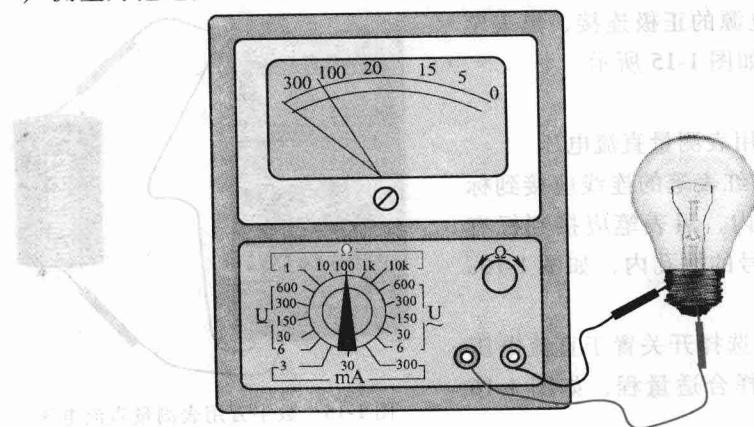

图 1-14 测量灯泡电阻
4) 测量灯泡电阻: 将红、黑表笔接于灯泡的两端测量灯泡电阻, 如图 1-14 所示。